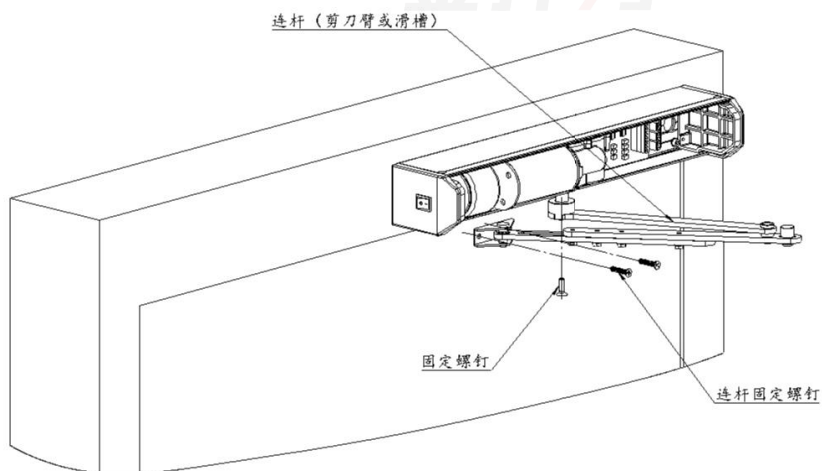

图 3-4
4. 安装连杆，注意连杆方向。用配套的 M6 的螺钉和自攻螺钉分别将连杆固定在整机减速机输出轴和门上。见图 3-4